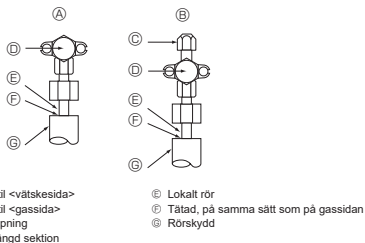

Fig. 4-4
4.4. Provmotod för att kontrollera om köldmedelsrören är lufttäta (Fig. 4-4)